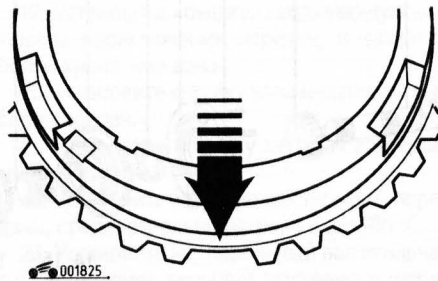
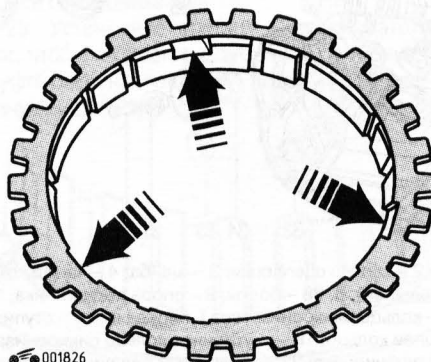

Рис. 5.28. Отсутствующий зуб на кольце синхронизатора I передачи
Рис. 5.29. Расположение выемок в кольце синхронизатора II передачи
1. Перед разборкой промаркируйте положение муфты относительно ступицы, а также расположение пружин и трех блокировочных сухарей для их корректной установки. Характерная особенность кольца синхронизатора I передачи — отсутствие зуба (рис. 5.28). В кольце синхронизатора II передачи предусмотрены три выемки для установки внутренних стопорных колец (рис. 5.29).